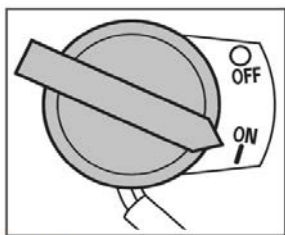

Рис. 17 Выключатель зажигания
5. Выключатель зажигания переведите в положение «ON» (Включено) (Рис. 17).
При возникновении аварийной ситуации, для экстренной остановки мотоблока переведите выключатель зажигания в положение "OFF" (Выключено) (Рис. 17).
2. Переведите выключатель зажигания в положение «OFF» (Выключено) (Рис. 17).